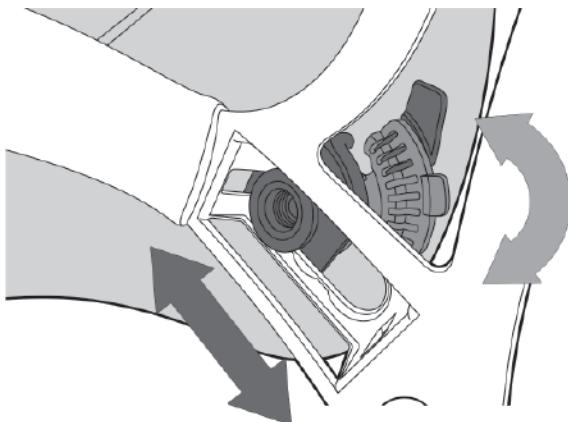

Рис. 7.3. Регулировка наклона.
- **Регулировка наклона щитка защитного лицевого:** отрегулируйте затяжку винтов и положение фиксатора сегментной регулировки (см. рис. 7.3) для удобного угла обзора.